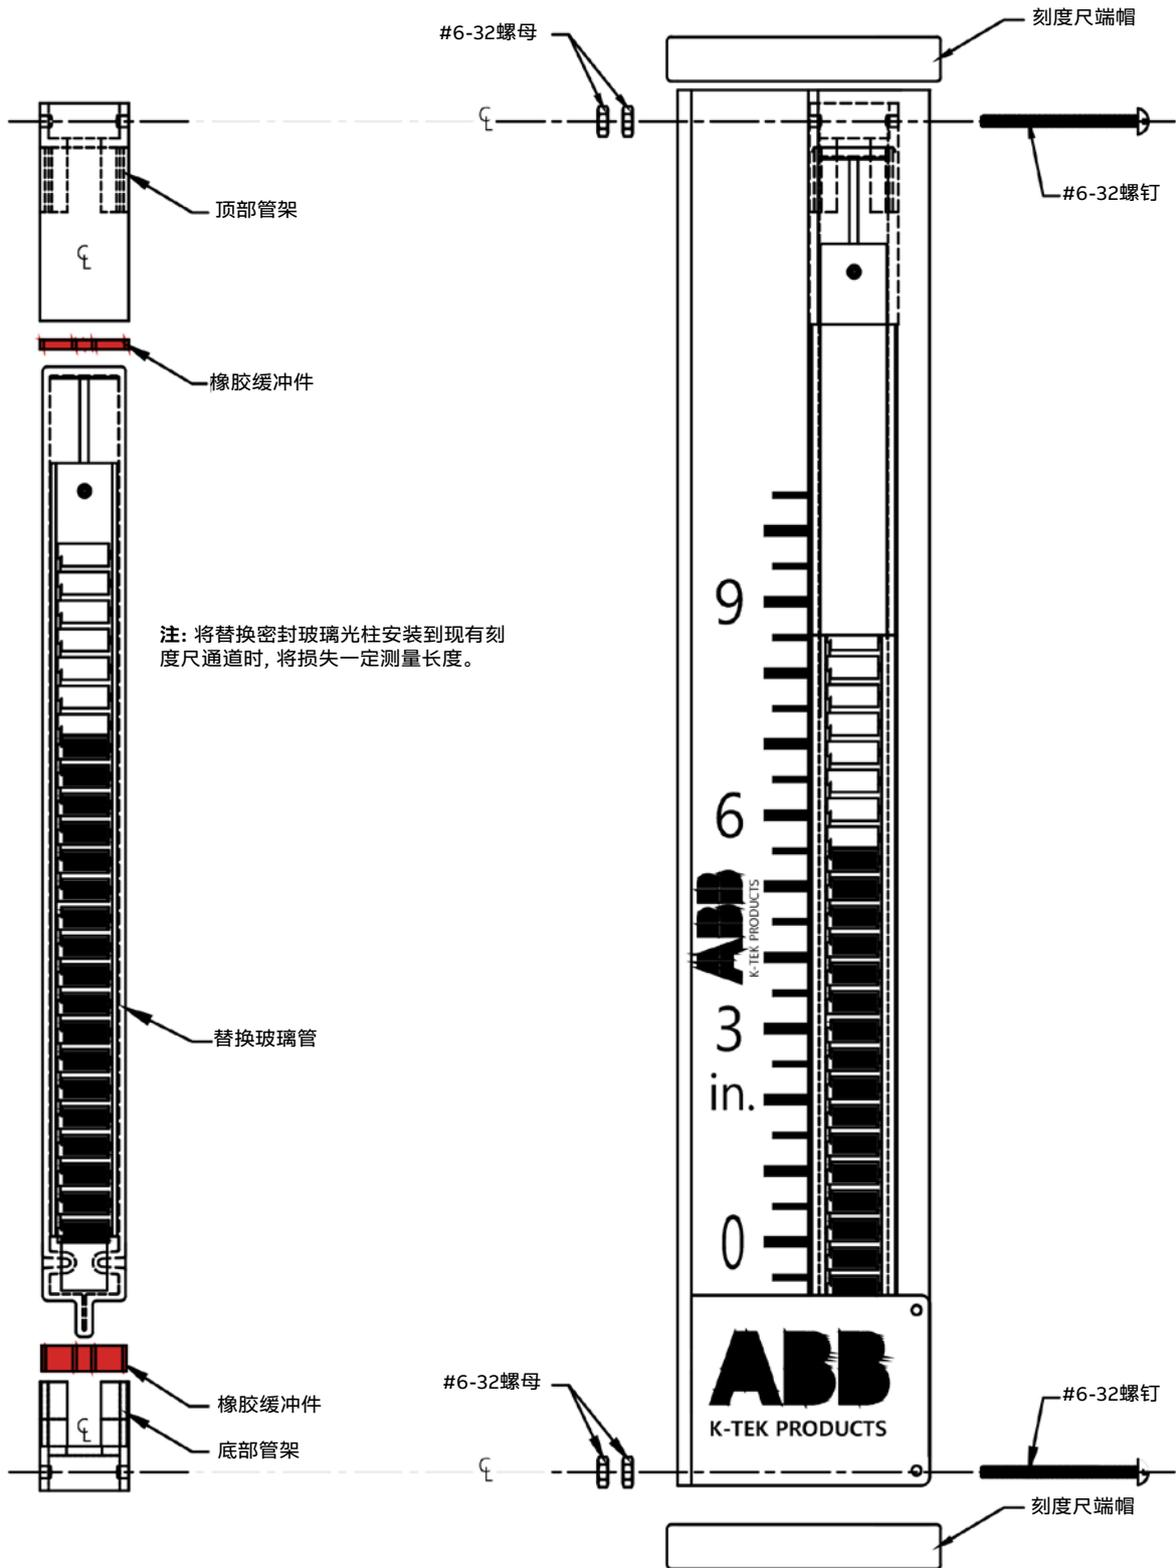

图 19 KM26翻板替换玻璃安装程序
5.7.2 KM26磁翻板玻璃安装程序 (参见图19和图20)
- 3 将一 (1) 个橡胶缓冲件插入到底部管架内。橡胶缓冲件应平放到架腔内。
- 5 将一 (1) 个橡胶缓冲件放到玻璃管顶部。